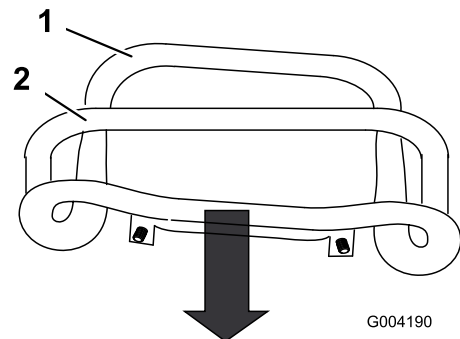

Figura 47
3. Tire hacia atrás del control de tracción hasta que la parte delantera del control entre en contacto con la barra de referencia (Figura 47).